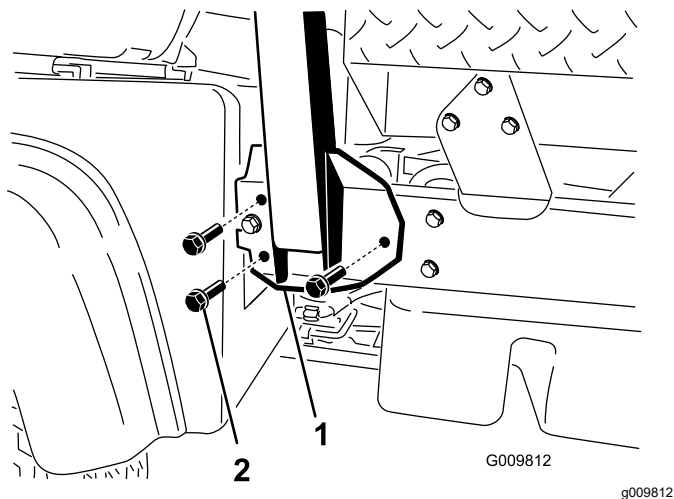

Figura 4
2. Aliniați fiecare parte a barei antiruliu cu orificiile de montare de pe fiecare parte a cadrului mainii (Figura 4).
3. Fixai suportul de montare a barei antiruliu pe cadrul mainii utilizând 3 uruburi cu guler ($\frac{1}{2} \times 1\frac{1}{4}$ " pe fiecare parte (Figura 4).